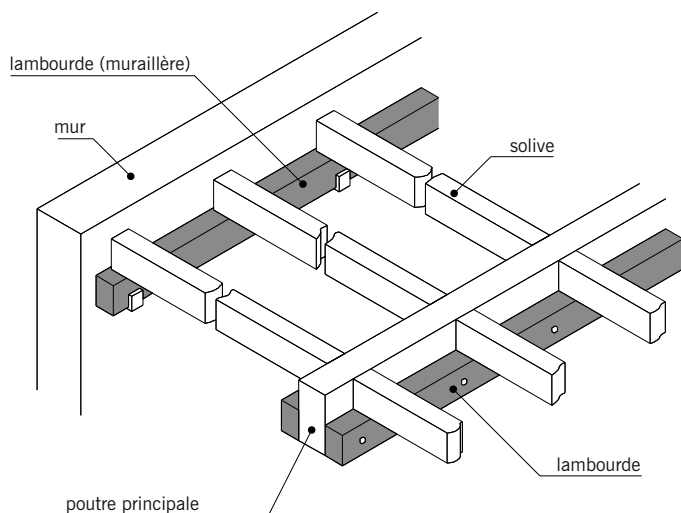

fig. 4.23
■ La **lambourde** (fig. 4.23) : pièce de bois horizontale de petite section (5-cm x 10-cm environ) placée le long d'un mur ou de part et d'autre d'une poutre. Les lambourdes servent d'appui aux solives.